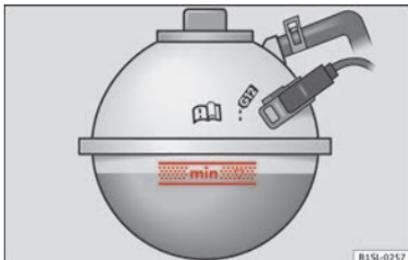

Abb. 170 Im Motorraum: Markierung am Kühlmittelausgleichsbehälter.
- Motorkühlmittelstand bei kaltem Motor an der seitlichen Markierung des Ausgleichsbehälters prüfen » Abb. 170.
- Der Motorkühlmittelstand muss sich innerhalb der Markierungen des Ausgleichsbehälters befinden » Abb. 170. **Nicht über die Oberkante des markierten Bereichs auffüllen** » ⚠.
- Motorkühlmittel nur bis zur Oberkante des markierten Bereichs auffüllen » Abb. 170. Überschüssiges Motorkühlmittel wird sonst bei Erwärmung aus dem Motorkühlsystem gedrückt und kann zu Beschädigungen führen.